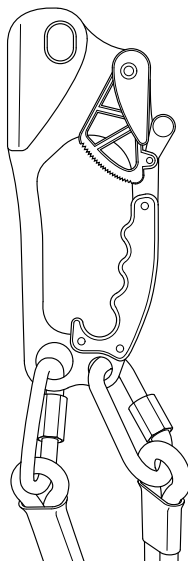

ABB. 2
2. Lassen Sie den Schnappverschluss in den Körper der Steigklemme einrasten (Abb. 2).